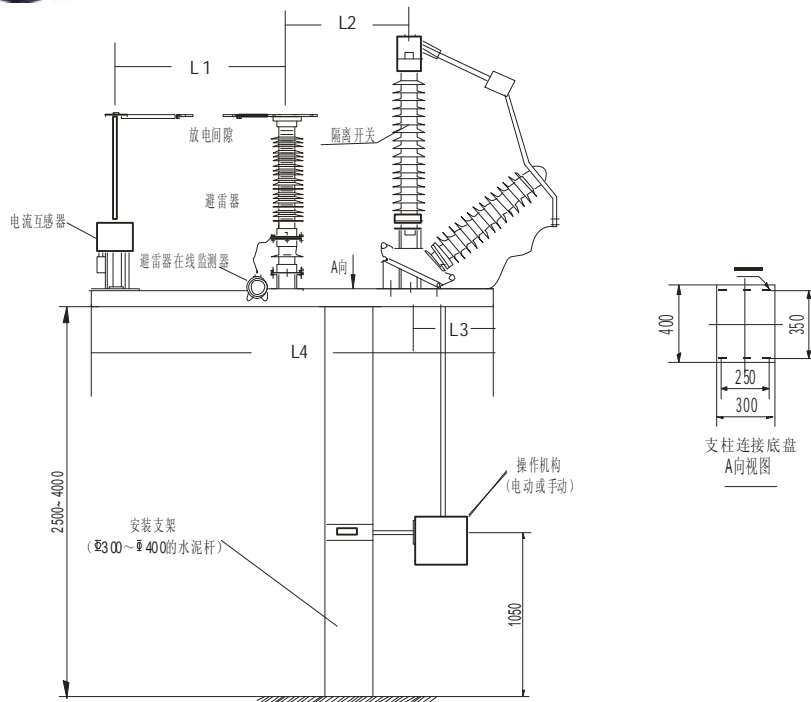

图4 变压器中性点间隙保护装置外形及安装尺寸示意图
- 8.1 变压器中性点引线接入时按照图 4 所示。
- 8.3 现场结构柱与间隙的组合安装尺寸如图 4 所示。